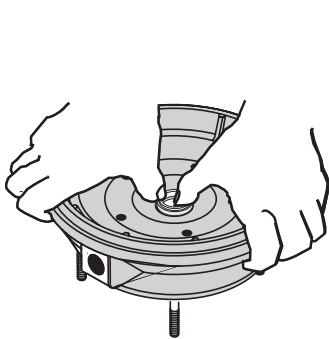
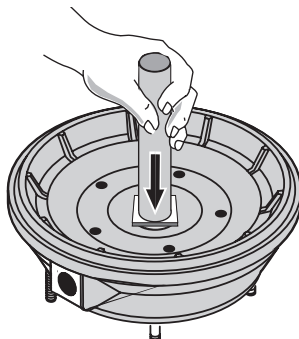

Figure 11A
Figure 11B
- C. Avec le doigt, enfoncer fermement et bien en face le joint dans la cavité. Voir la figure 11A. La face polie du siège est face à l'intérieur de la pompe. Si le siège n'est pas bien en place, poser une rondelle en carton sur la face polie et utiliser un morceau de tuyau standard 3/4 po pour appuyer. Voir la figure 11B.